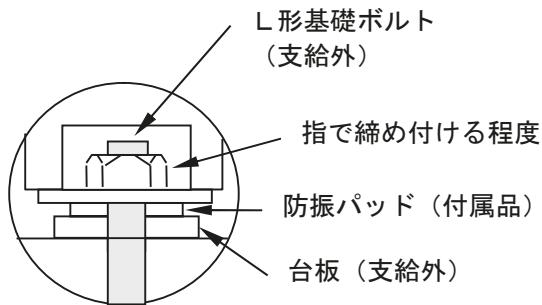

図 2-4 防振パッド取付要領
- ⑤ 据付の際は図 2-4 に示すように、基礎の上に付属の防振パッドを取付け、その上にユニットを据付けて下さい。基礎ボルトのナットは指で締付ける程度で充分です。